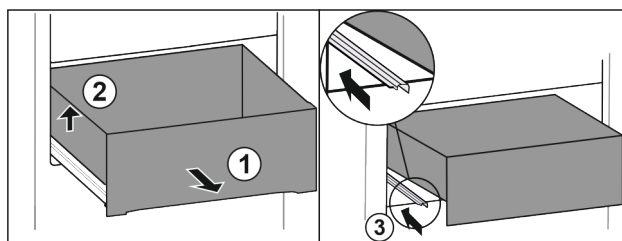

Fig. 95
- ▶ Izvadite ladicu do graničnika. Fig. 95 (1)
- ▶ Podignite ladicu lijevo. Fig. 95 (2)
- ▶ Gurnite lijevu vodilicu. Fig. 95 (3)